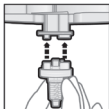

Fig.2
3. Placer l'un des embouts mélangeurs Dynamix fournis sur les orifices de sortie de la cartouche (fig. 2).